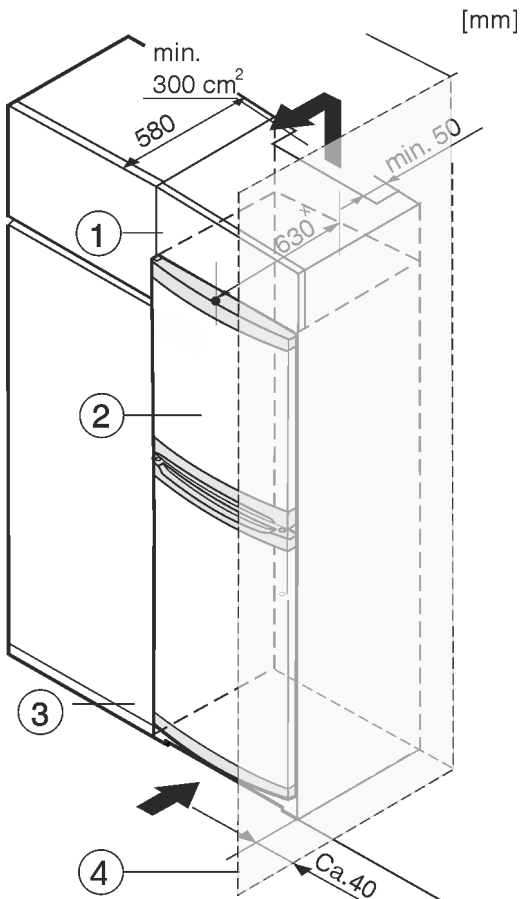

Fig. 8
- (1) Szafka nakładana
- (2) Urządzenie
- (3) Szafka kuchenna
- (4) Ściana
Urządzenie może zostać obudowane szafkami kuchennymi. Aby dopasować urządzenie Fig. 8 (2) do wysokości ciągu szafek kuchennych, można nad urządzeniem umieścić szafkę nasadzaną Fig. 8 (1).
W przypadku obudowania szafkami kuchennymi (głębokość maks. 580 mm) urządzenie można ustawić bezpośrednio obok szafki kuchennej Fig. 8 (3). Urządzenie wystaje z boku o 34 mm * i na środku urządzenia o 50 mm * w stosunku do szafek frontów kuchennych.
Jeżeli urządzenie będzie ustawiane z zawiasami do ściany Fig. 8 (4), to pomiędzy urządzeniem i ścianą należy zachować minimalny odstęp, wynoszący 40 mm. Na taką odległość wystaje klamka przy otwartych drzwiach.